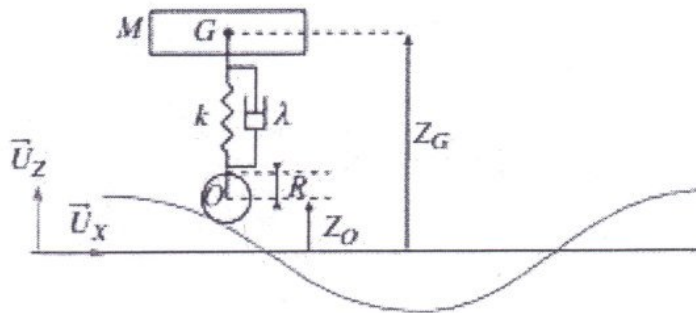

Fig. 2
1.2. La route est ondulée (fig. 2)